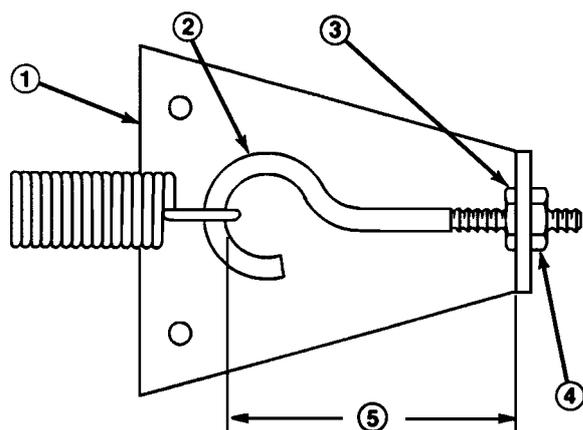

Figure 53
## CONTROLE ET REGLAGE DE LA TIMONERIE DE DEPLACEMENT (Fig. 53)
4. Tourner le boulon à œil dans le sens des aiguilles d'une montre jusqu'à ce que la distance entre l'intérieur de l'œillet du boulon et l'intérieur de la plaque d'ancrage du ressort soit raccourcie de 3 mm (voir Fig. 53). Serrer l'écrou.